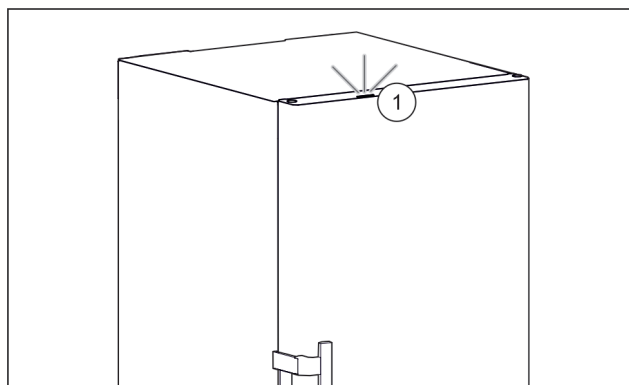

Fig. 61 Aktywna kontrolka statusu przy zamkniętych drzwiach
- ▶ Kontrolka statusu Fig. 61 (1) jest aktywna.